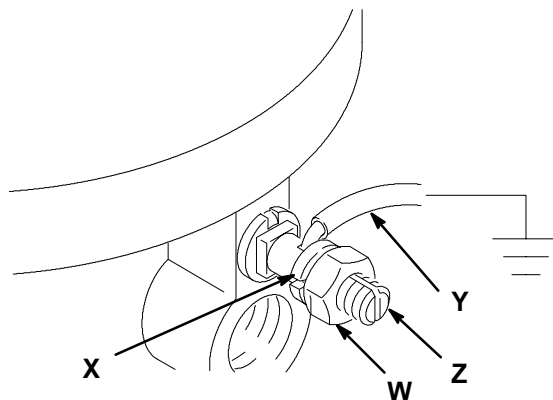

Fig. 1
- **Bomba:** afloje la tuerca de apriete de la orejeta de conexión a tierra (W) y la arandela (X). Inserte un extremo de un cable de conexión a tierra de un mínimo de 1,2 mm² (Y) en la ranura de la orejeta (Z) y apriete firmemente la tuerca de cierre. Conecte el otro extremo del cable a una tierra verdadera. Vea la Fig. 1. *Para pedir el cable y la abrazadera de conexión a tierra, pida la ref. pieza 222-011.*